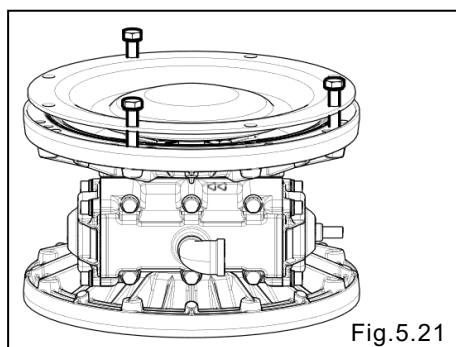

Fig.5.21
- Inserte tres pernos en uno de los diafragmas, y atorníllelos temporalmente a cuerpo [Fig.5.21].
- Retire los tres pernos instalados temporalmente en Fig.5.21